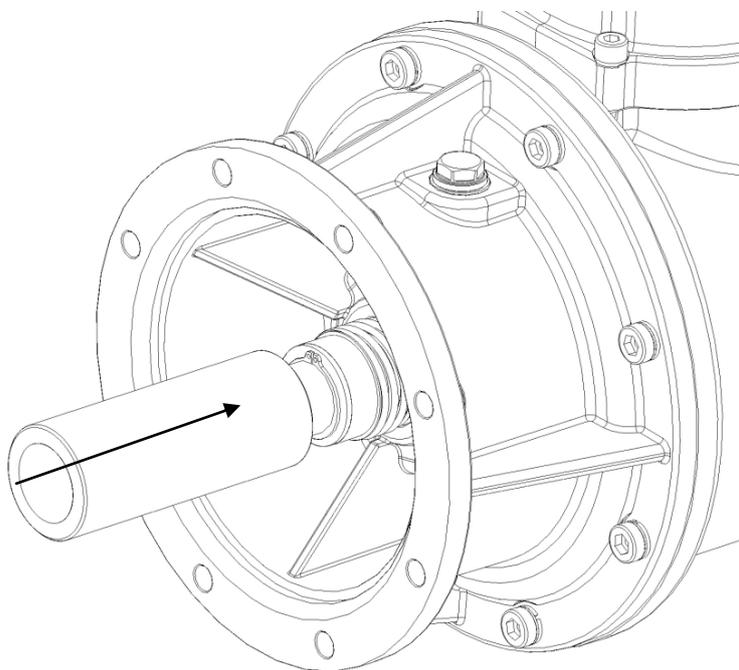

Figure 24: situation de montage MG 12/30 dans boîte d'huile
- Pressez sur l'anneau d'arrêtage avec la douille de montage et tendez le ressort de la garniture mécanique avec le disque de support jusqu'à percevoir l'encliquetage de l'anneau d'arrêtage dans la rainure (figure 24).